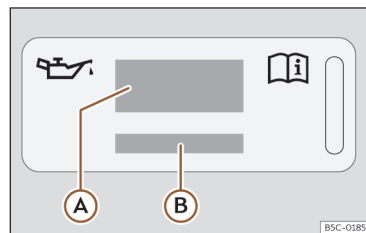

Fig. 227 No compartimento do motor: etiqueta de óleo do motor
Legenda da >>> **Fig. 227:**
Se tiver de adicionar óleo do motor, utilize um dos óleos indicados na etiqueta >>> **Fig. 227**. A etiqueta com a norma prescrita encontra-se na parte da frente do compartimento do mo-
- Se faltar a etiqueta com a especificação do óleo do motor >>> Fig. 227, contacte uma oficina especializada.